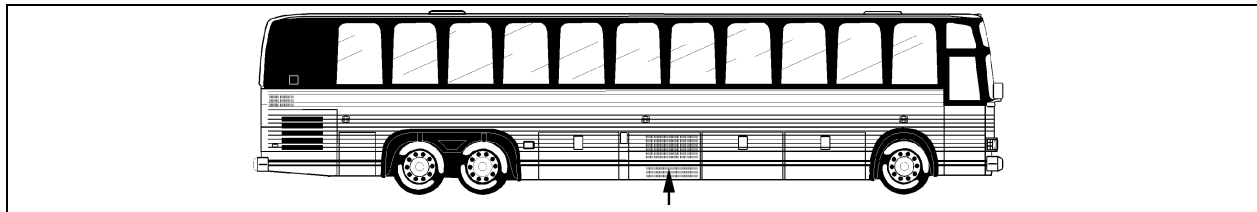

Figure 1: Compartiment du condenseur, modèle typique.
1. Ouvrir la porte du compartiment du condenseur (voir figure 1). Localiser à droite de ce compartiment, la boîte blanche de jonction de l'air climatisé. Dévisser les vis du couvercle de la boîte et retirer le couvercle;